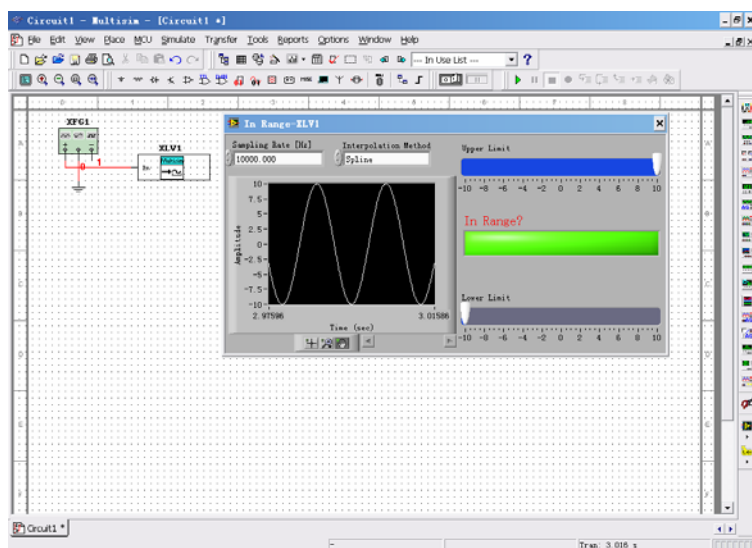

图 6-46 仪器 “In Range” 在 Multisim10 中应用
5) 设计简单电路如图 6-46 所示，应用仿真信号验证新仪器 In Range 达到预期设计功能。
在 Multisim10 工作界面上放置一个函数发生器，放置新仪器 In Range，并连接函数发生器到 In Range 仪器引脚，如图 6-46 所示。